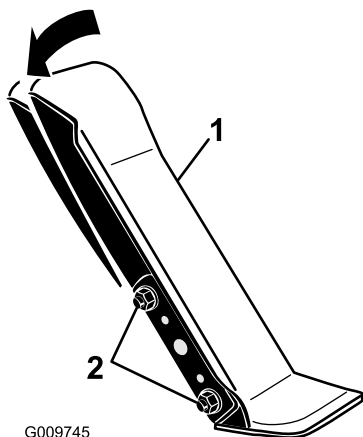

Рисунок 93
1. Ослабьте две гайки и болты крепления левой стороны педали тяги к кронштейну (Рисунок 93).
2. Поверните педаль под требуемым рабочим углом и затяните гайки (Рисунок 93).